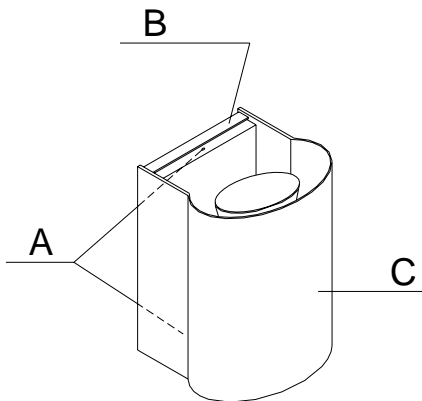

Fig. 1
- Die beiden Schrauben **A** aufschrauben, um den Wandbügel **B** vom Leuchtenkörper **C** zu trennen (Abb. 1).
- Dévisser les deux vis **A**, pour séparer l'étrier mural **B** du corps de la lampe **C**. (fig. 1)
- > Svitare le due viti **A**, per separare la staffa a parete **B** dal corpo lampada **C**. (fig. 1)
- > Loosen the two screws **A**, to detach the wall bracket **B** from the lamp body **C**. (Fig. 1)